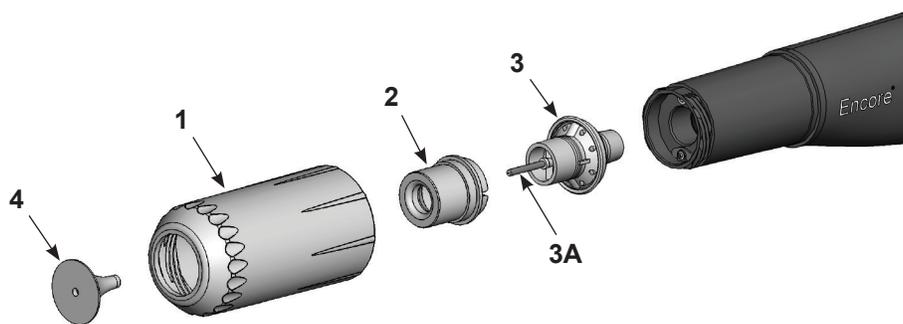

Figura 4-2 Cambio de los deflectores opcionales y las boquillas cónicas
1. Ver la Figura 4-2. Para cambiar el deflector (4), retirarlo suavemente del conjunto de electrodo (3). Si se cambia únicamente el deflector, se debe instalar el nuevo deflector en el conjunto de electrodo, teniendo cuidado de no doblar el cable del electrodo.
3. Para cambiar la boquilla entera, desenroscar la tuerca de la boquilla (1) en sentido antihorario.
4. Retirar la boquilla cónica (2) del conjunto de electrodo.